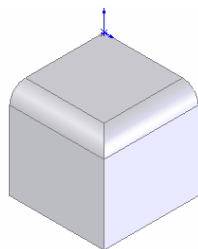

图 5-3 圆角的图形
- ③ 确认圆角特征。单击“圆角”属性管理器中的“确定”图标按钮。结果如图 5-3 所示。